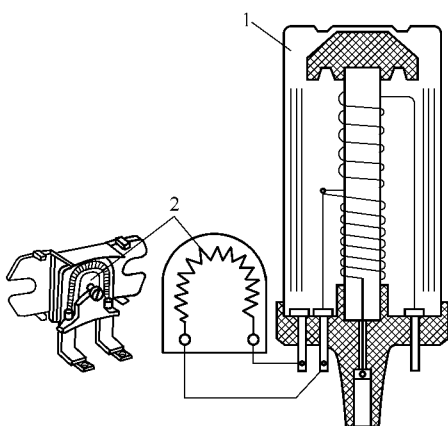

图7-2 点火线圈和附加电阻
1)附加电阻的作用 附加电阻是热敏电阻,温度高时电阻值大,温度低时电阻值小。发动机低速时因断电触点闭合的时间长,初级线圈电流大,温度高,此时附加电阻的电阻值大,保护触点不被烧蚀;发动机高速时因断电触点闭合的时间短,初级线圈电流小,温度低,此时附加电阻的电阻值小,从而保证初级线圈电流足够大,高压不缺火。点火线圈和附加电阻,见图7-2。